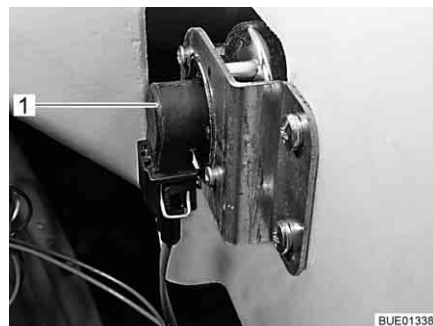

Fig. 274 Indicateur de direction
- Placer la main derrière le support de lampe (Fig. 274,1).